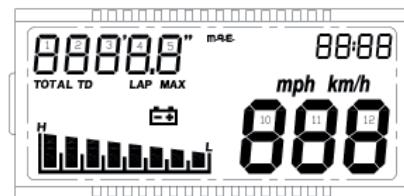

Fig. 18
- II^ª página (sólo en el primer encendido del instrumento): Check de todos los segmentos del lcd durante aprox. 3 seg. (fig. 18).